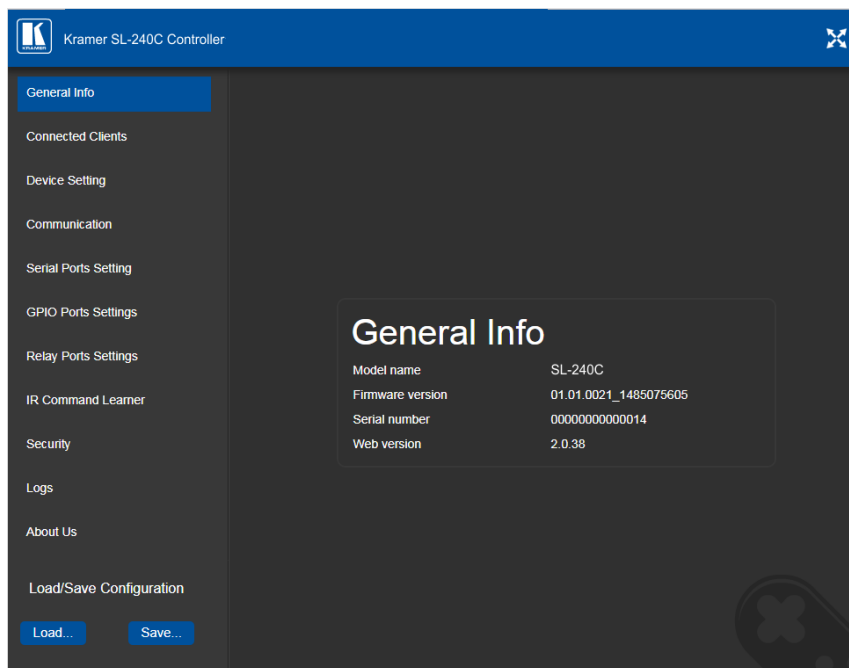
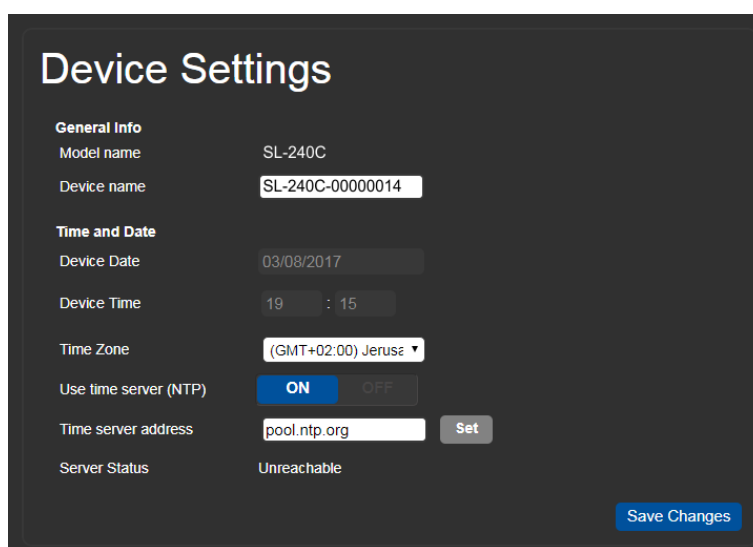

Рис. 5. Встроенные веб-страницы — Страница общей информации
Рис. 7. Страница настроек устройства
1. Нажмите «Настройки устройства» (Device Settings) в левой части веб-страницы (рисунок 5). На экране появится страница настроек устройства.
1. Нажмите на вкладку «Настройки устройства» (Device Settings) в левой части веб-страницы (рисунок 5). На экране появится страница настроек устройства (рисунок 7).
1. Нажмите на вкладку «Связь» (Communication) в левой части веб-страницы (рисунок 5). На экране появится страница настроек связи.
1. Нажмите на вкладку «Настройка последовательных портов» (Serial Ports Setting) в левой части веб-страницы (рисунок 5). На экране появится страница настройки последовательных портов.
1. Нажмите на вкладку «Настройка GPIO-портов» (GPIO Ports Settings) в левой части веб-страницы (рисунок 5). На экране появится страница настроек GPIO-портов.